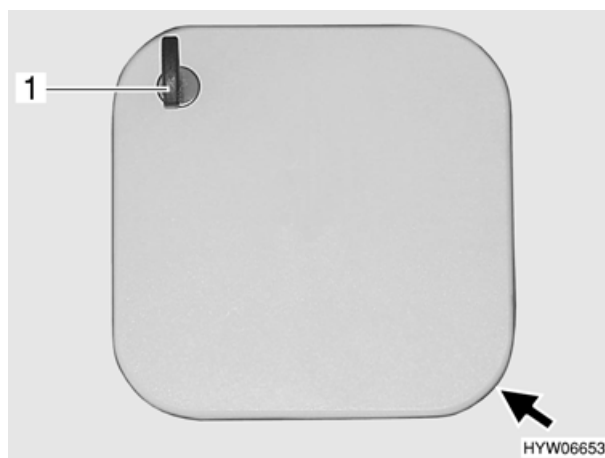

Fig. 20 Serratura dello sportello (variante 3)
- Inserire la chiave nel cilindro della serratura (Fig. 20,1).